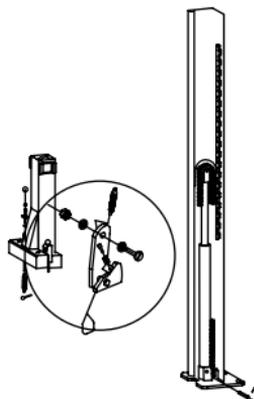

Рисунок 7 – Крепление каретки к цепи
13. Установите цилиндры. Опустите цилиндр в каждую каретку по центру опорной плиты. Убедитесь, что пятка и необходимый адаптер на основании цилиндра вписались в центральное отверстие опорной плиты. Наденьте цепь на шкивы на вершинах цилиндров (рис. 7).